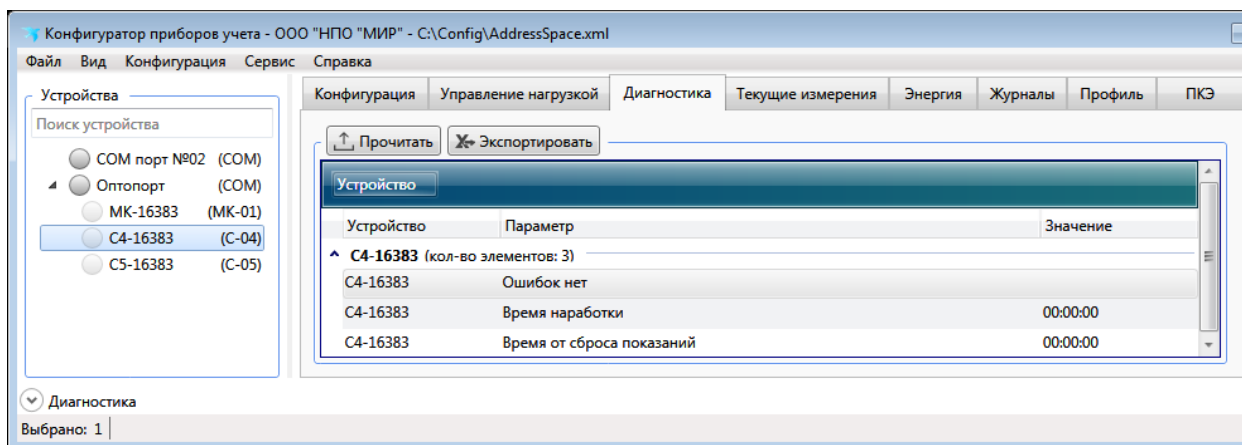

Рисунок 9.55 – Просмотр состояния счетчика
9.6.7.1 Для просмотра текущего состояния счетчика необходимо перейти на вкладку *Диагностика* области параметров программы КОНФИГУРАТОР (рисунок 9.55).